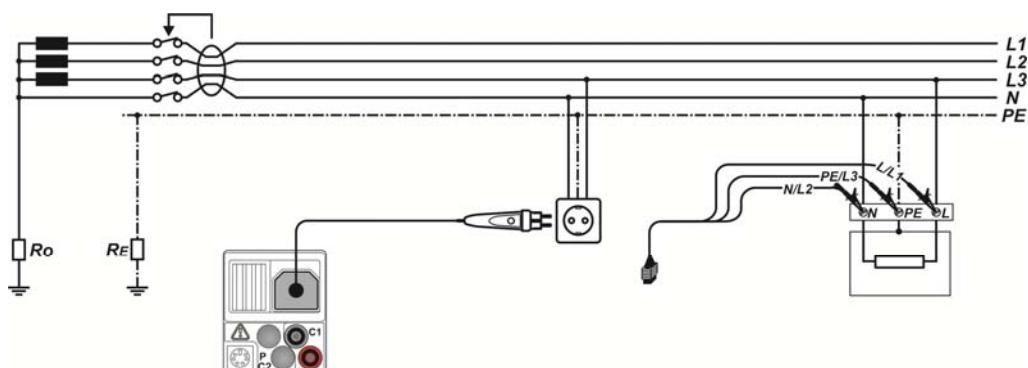

Рисунок 5.20: Подключение штепсельного щупа «plug commander» и 3-х проводного тестового кабеля
- **Подключите** испытательную проводку (выводы) к исследуемому компоненту (см. Рисунок 5.20: Подключение штепсельного щупа «plug commander» и 3-х проводного тестового кабеля
- **Подключите** испытательные провода (выводы) к исследуемому компоненту (см. Рисунок 5.20: *Подключение штепсельного щупа «plug commander» и 3-х проводного тестового кабеля*
- **Подключите** измерительную проводку (выводы) к тестируемому элементу (см. Рисунок 5.20: Подключение штепсельного щупа «plug commander» и 3-х проводного тестового кабеля
<ul style="list-style-type: none"> □ Выберите функцию УЗО при помощи кнопок переключателя функций. □ Выберите подфункцию АВТО. Классификация результатов измерения I_{c} УЗО будет осуществляться одновременно с сохранением. Автоматическая проверка AUTO осуществляется одинаково независимо от выбранной подфункции. Тем не менее, важно выбрать соответствующую подфункцию, чтобы классифицировать правильно результаты измерений для учета в проверочной документации (отчетах об испытаниях). □ Установите тестовые параметры (при необходимости). □ Подключите испытательный кабель к прибору. □ Подключите измерительную проводку (выводы) к тестируемому элементу (см. Рисунок 5.20: Подключение штепсельного щупа «plug commander» и 3-х проводного тестового кабеля). □ Для проведения испытаний нажмите на кнопку ПРОВЕРКА (TEST).